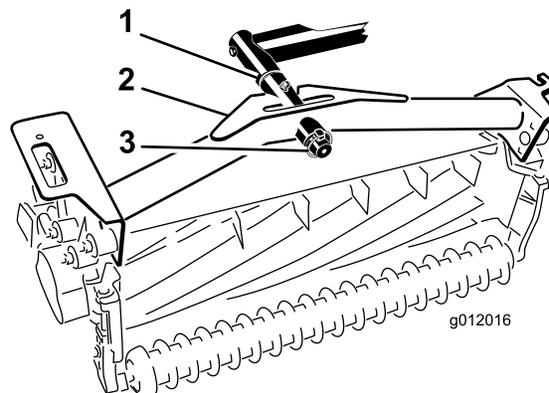

Figura 21
- Faça deslizar a estrutura de suporte da unidade de corte para a haste de articulação e fixe-a com um pino de sujeição (Figura 21).